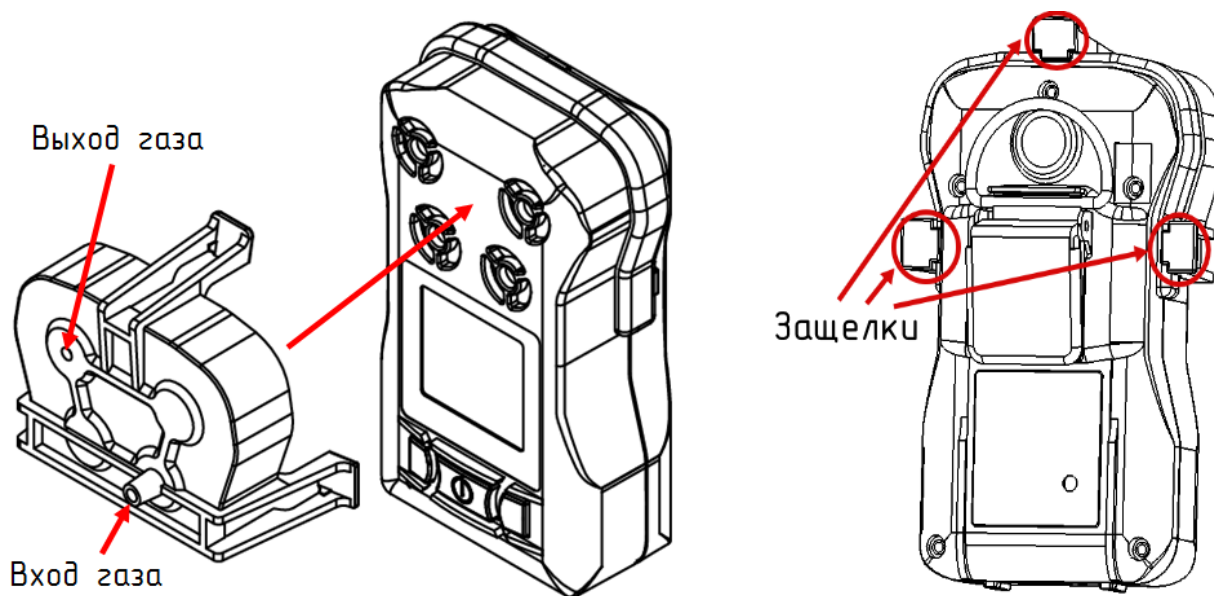

Рисунок 21 – Подсоединение насадки к прибору
3.8.2 К прибору присоединить насадку для градуировки, зафиксировать защелки до появления щелчка (рисунок 21).